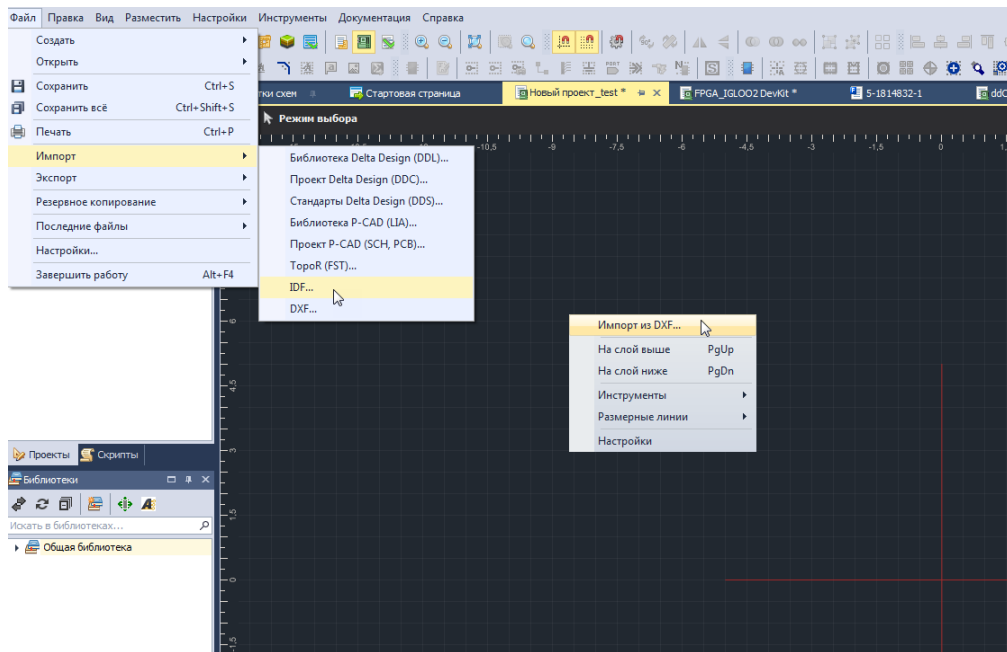

Рис. 71 Вызов импорта границы платы в формате .dxf
2. Воспользоваться пунктом «Импорт из DXF...» в контекстном меню, либо пунктом «DXF» из подраздела «Импорт», раздела «Файл» главного меню (Файл -> Импорт -> DXF...), см. Рис. 71.